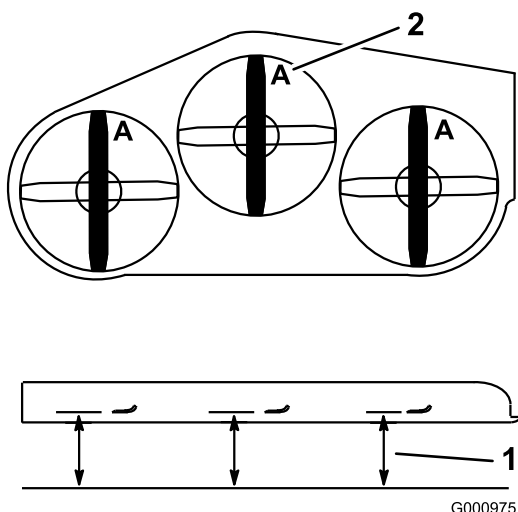

Figura 81
2. Misurate da un piano orizzontale fino al tagliente delle lame, posizione A, (Figura 81).